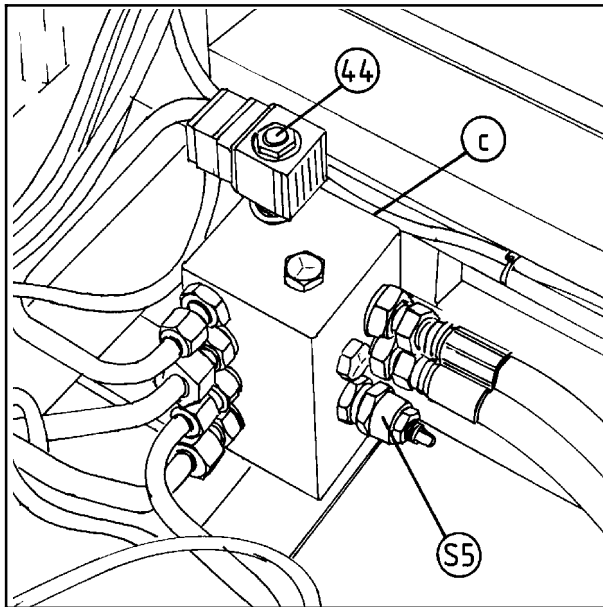

Fig. 14-6
14.8 Le bloc d'électrovannes de la fig. 14-6 comprend les trois électrovannes suivantes: